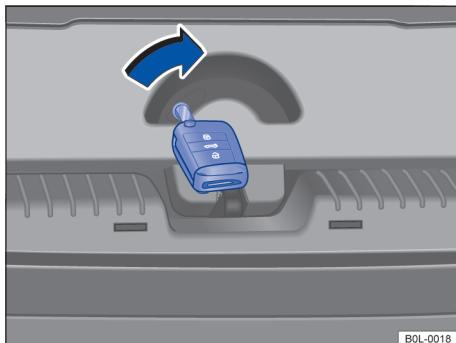

图 54 行李箱内：开启尾门锁
- 将钥匙头插入到尾门锁上的圆形槽口内，并沿箭头方向推动解锁拨杆 → 图 54，同时将尾门向外推，直至其打开。